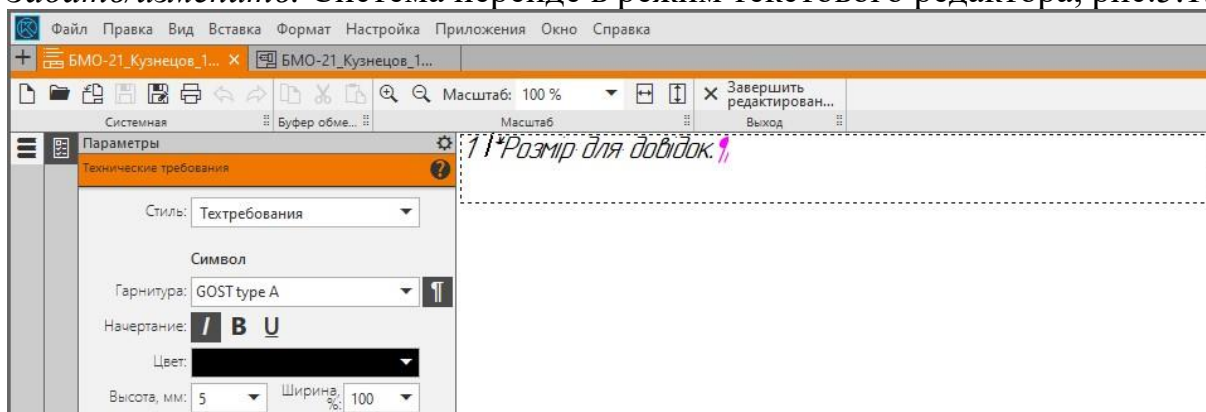

Рис. 5.1. Режим текстового редактора
5.1. Виконайте команду *Оформление* → *Технические требования* → *Задать/изменить*. Система перейде в режим текстового редактора, рис.5.1.